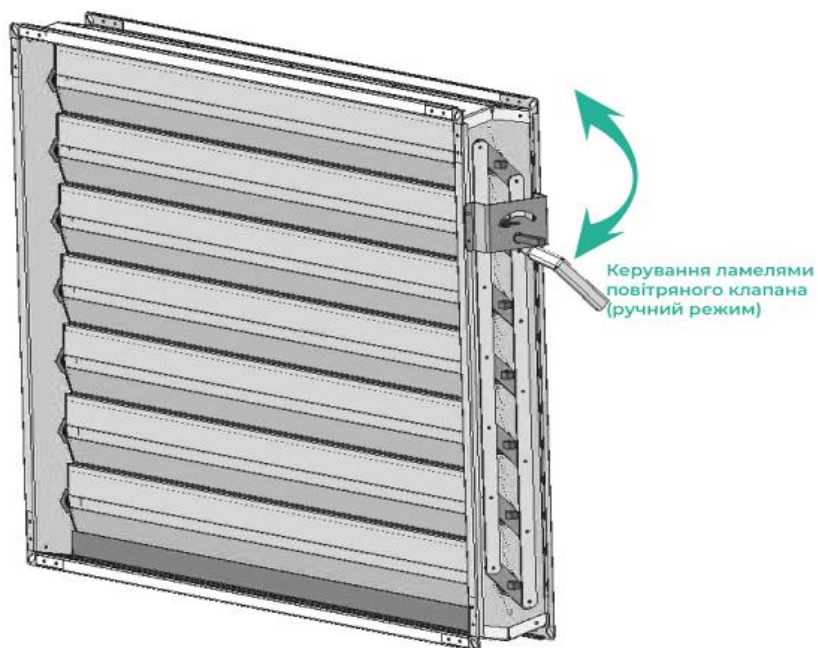

Рисунок 22
- У випадку механічного приводу повітряного клапану просто відкрийте його, натисканням на важіль. (Рисунок 21, рисунок 22)